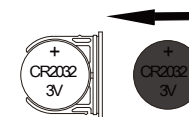

abb.2
- Legen Sie die CR2032-Batterie in das Batteriefach ein, wobei die positive Seite der Batterie (+) nach oben zeigen sollte (Abb. 2).